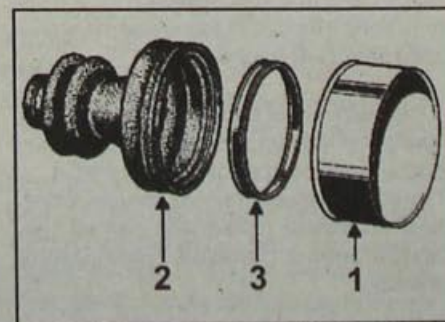

Рис. 8.22. Защитный чехол (2), вставка (3) и кожух (1) внутреннего ШРУСа RC 490 правого приводного вала
- Смажьте приводной вал и наденьте на него хомут и эластичный гофрированный защитный чехол (2, рис. 8.22) с металлической вставкой (3) и кожухом (1).